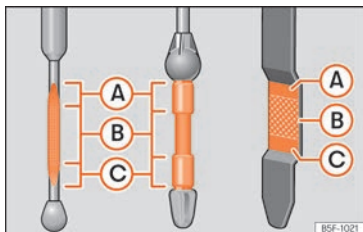

Fig. 186 Jauge d'huile moteur
- Puis retirez-la à nouveau et vérifiez le niveau d'huile » **fig. 186**. Faites l'appoint d'huile moteur si nécessaire.
- Dès que le niveau d'huile atteint la zone » » fig. 186 (B), revissiez soigneusement le bouchon de l'orifice de remplissage » » ❶.
Ne démarrez pas le moteur si le niveau d'huile se trouve au-dessus de la zone » » fig. 186 (A). Risque d'endommagement du moteur et du catalyseur ! Prenez contact avec un atelier spécialisé.
Le niveau d'huile ne doit en aucun cas dépasser la zone » » fig. 186 (A). Sinon, de l'huile risque d'être aspirée par l'aération du carter-moteur et d'être rejetée dans l'at-